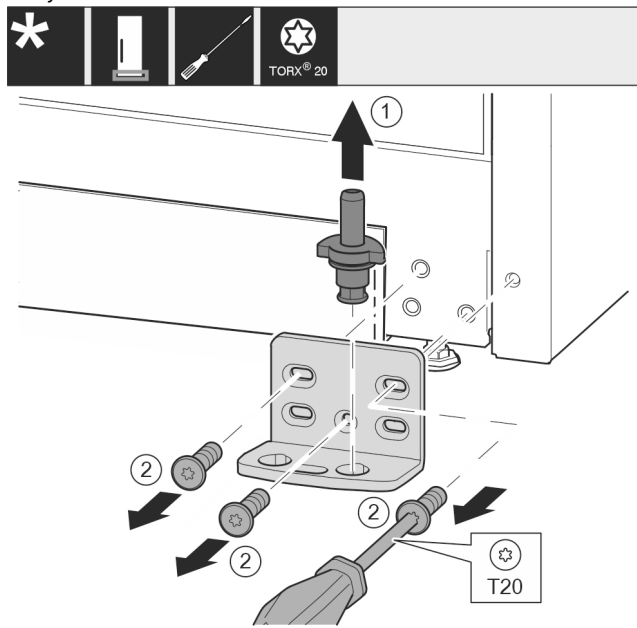

Fig. 18 \*
- Izvucite svornjak ležaja Fig. 18 (1) potpuno prema gore.\*
- Odvijačem odvrnite vijke Fig. 18 (2) i skinite podložak ležaja.\*